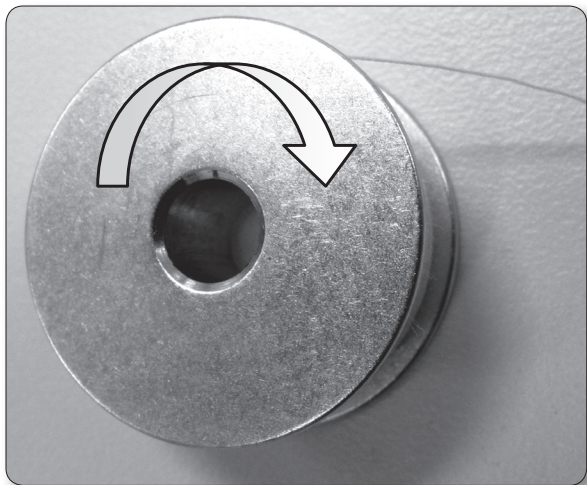

Abb. 13
1. Spule so in das Gehäuse einsetzen, dass der Faden von der offenen Seite aus betrachtet im Uhrzeigersinn abgezogen wird (Abb. 13).